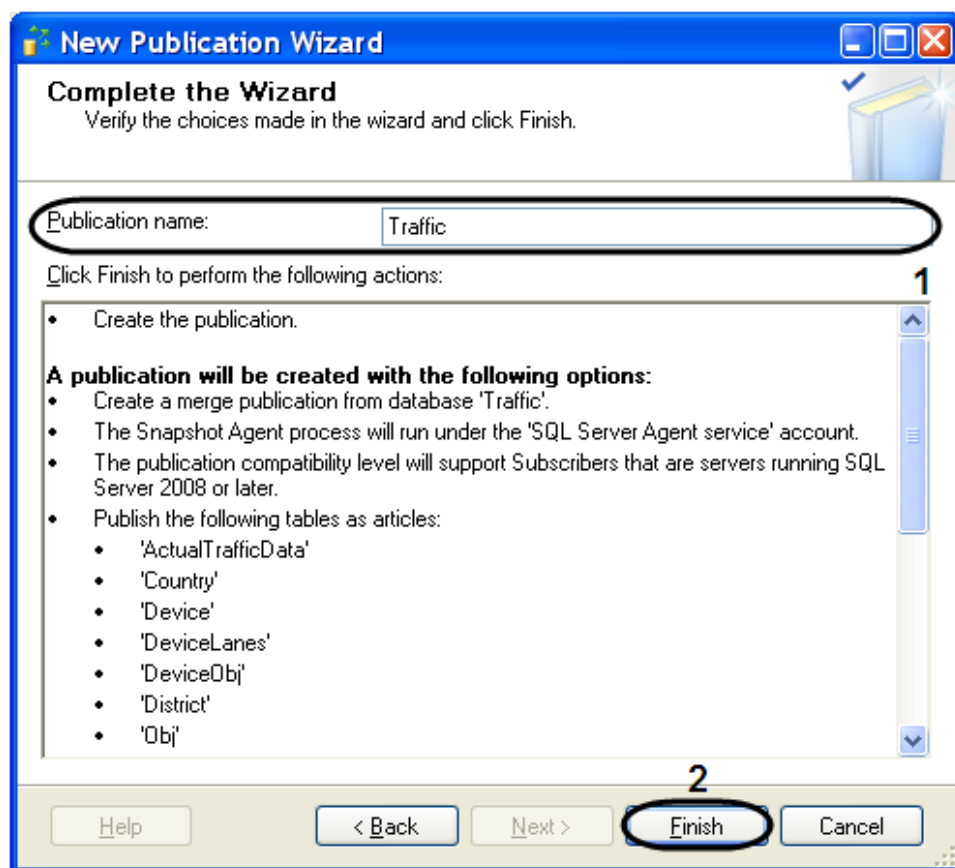

Рис. 11.3-10. Имя и описание публикации
- 10.16. На вкладке «Complete the wizard» ввести имя публикации в поле «Publication name» (Рис. 11.3-10, 1).
- 10.17. Для создания новой публикации нажать кнопку «Finish» (Рис. 11.3-10, 2).